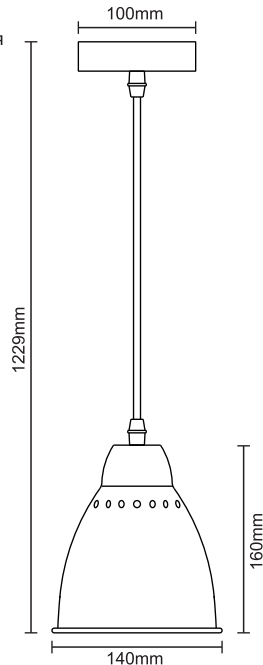

Рис.1
- Размер изделия: смотри Рис. 1